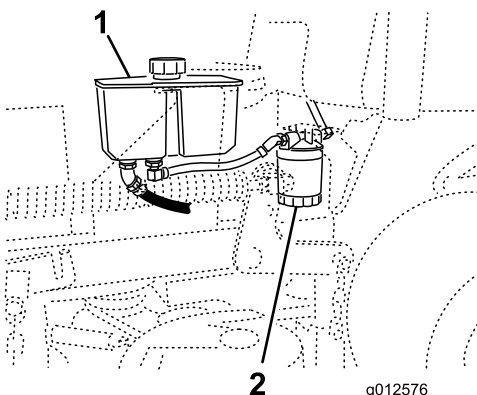

Figure 73
3. Trouvez le filtre et placez un bac de vidange au-dessous (Figure 73).